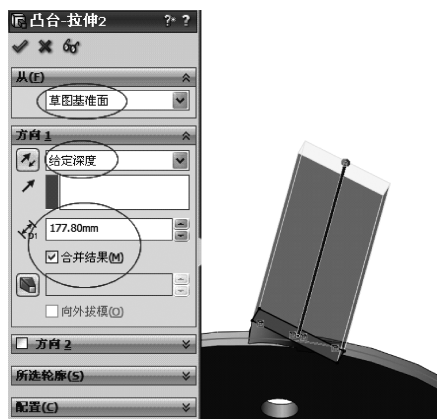

图 12-33 拉伸特征
11) 单击【特征】工具栏中的  (拉伸凸台/基体) 按钮, 在【属性管理器】中弹出【凸台-拉伸】属性设置。在【方向 1】选项组中, 设置【终止条件】为【给定深度】,  (深度) 为 177.80mm, 并点选上【合并结果】, 单击  (确定) 按钮, 生成拉伸特征, 如图 12-33 所示。